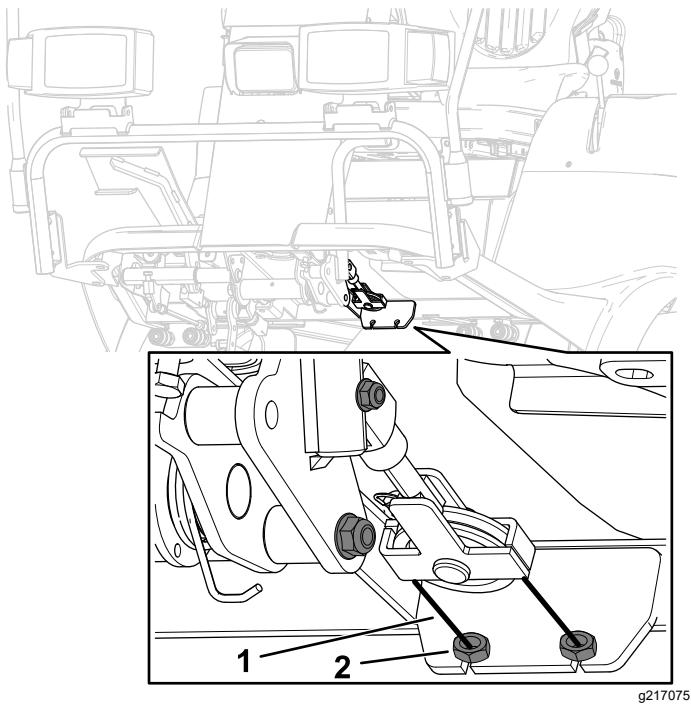

Bild 87
3. Sollte eine Einstellung erforderlich sein, lösen Sie die Klemmmuttern vorne und hinten an jeder Seite des Bremszugs (Bild 87).